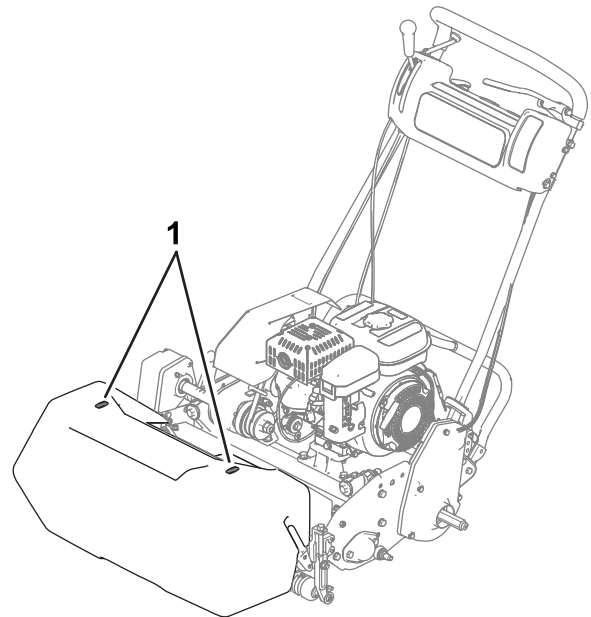

Figure 20
- Pour vous aider à travailler en ligne droite sur le green et à maintenir la machine à égale distance du bord de la passe précédente, servez-vous des bandes d'alignement sur le dessus du bac à herbe (Figure 20).